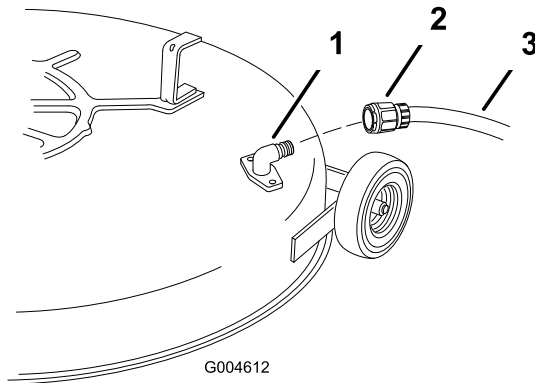

Bild 47
5. Montieren Sie die Schlauchkupplung auf die Kupplung am Mähwerk-Spülanschluss und drehen Sie das Wasser mit starkem Druck auf (Bild 47).